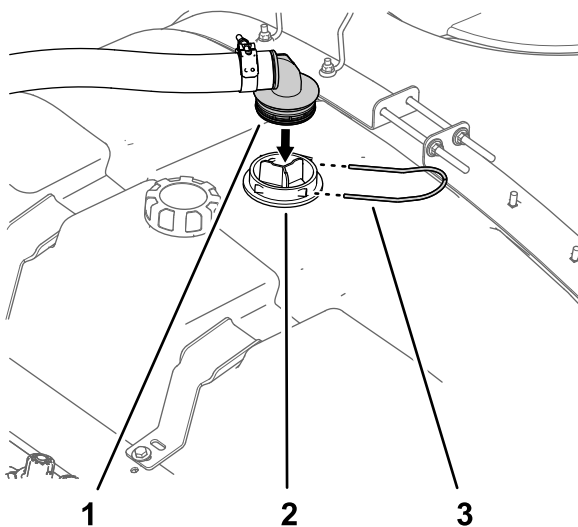

Bild 2
1. Nehmen Sie die Haltegabel oben am Sprühbehälter ab, mit der das gezahnte 90°-Anschlussstück des Ansaugschlauchs am Gehäuse des Saugsiebs befestigt ist, und nehmen Sie das gezahnte Anschlussstück vom Gehäuse ab (Bild 2).
2. Entfernen Sie das 90°-Anschlussstück vom Gehäuse des Saugsiebs (**Bild 2**).